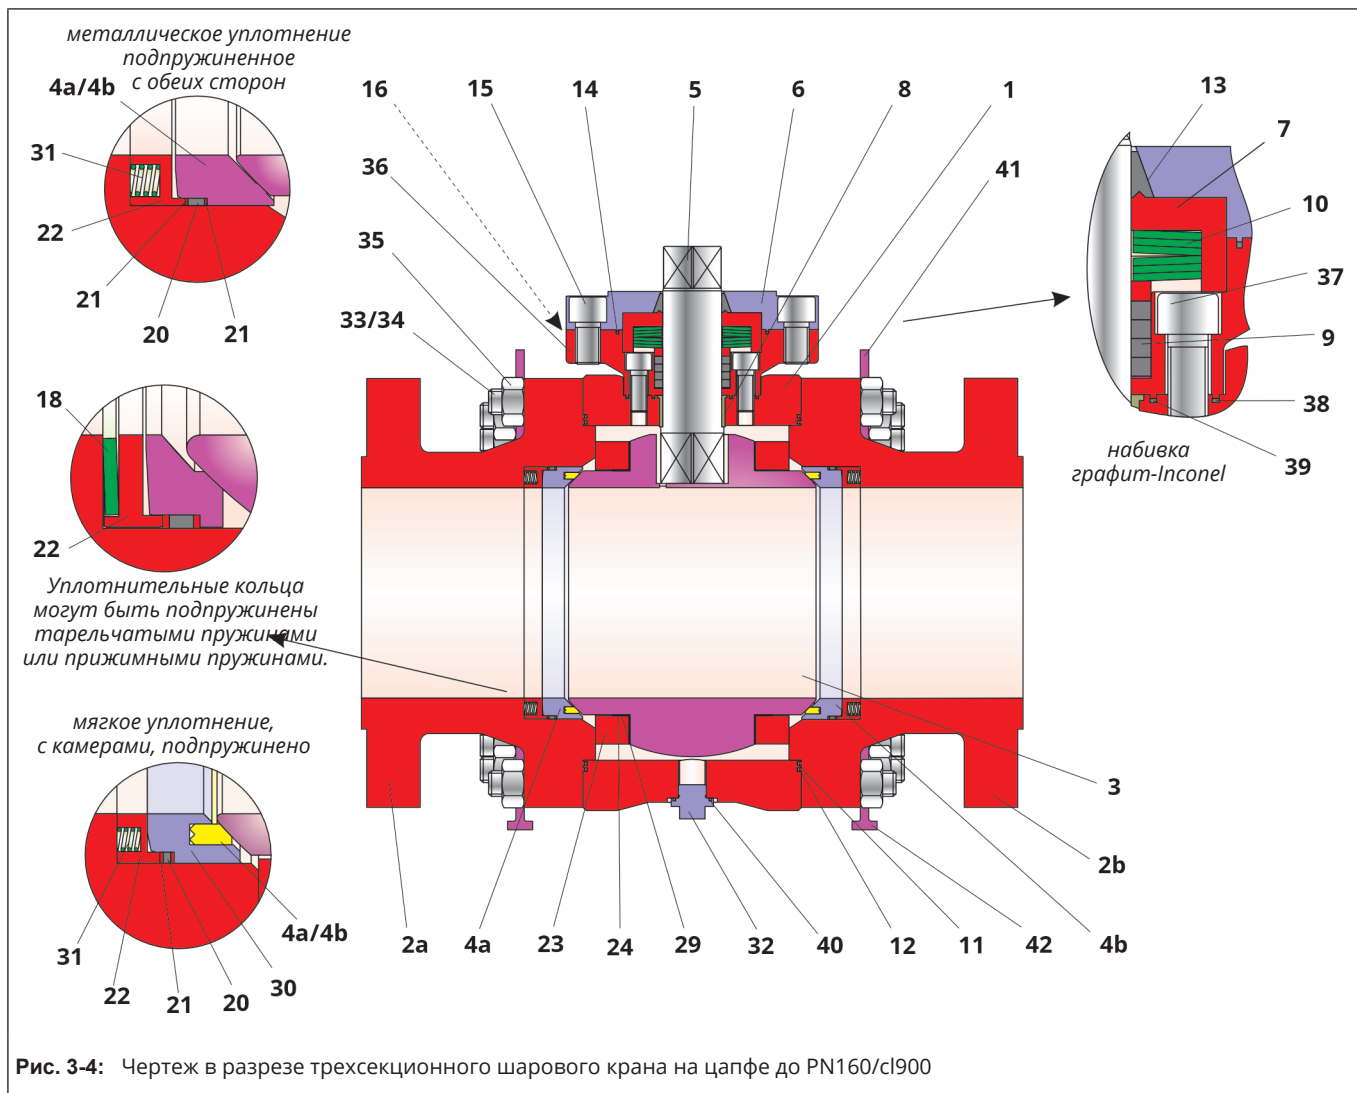

Рис. 3-4: Чертеж в разрезе трехсекционного шарового крана на цапфе до PN160/cI900
При сборке необходимо соблюдать положение и расположение отдельных деталей, показанное на рис. 3-4.
- ⇒ Установите легким вращательным движением графитовое уплотнение (9) через смонтированный рабочий вал (5) в гнездо для уплотнения сальниковую втулку (25). Расположение колец сальника см. рис. 3-4.
- ⇒ Поместите комплект тарельчатых пружин (10) на уплотнение (9). Расположение тарельчатых пружин см. рис. 3-4.
- ⇒ Установите втулку (7) на вал рабочий вал (5) так, чтобы она опиралась на тарельчатые пружины (10) и центрировала их.
- ⇒ Осторожно наденьте угольно-графитовое кольцо (13) через рабочий вал (5) на втулку (7).
- ⇒ Вставьте угольно-графитовое кольцо (14) в паз фланца сальника (6).
- ⇒ Установите фланец сальника (6) через рабочий вал (5) на основной корпус (1).
- ⇒ Слегка смажьте винты (15).
- ⇒ Отрегулировать фланец сальника (6) винтами (15).